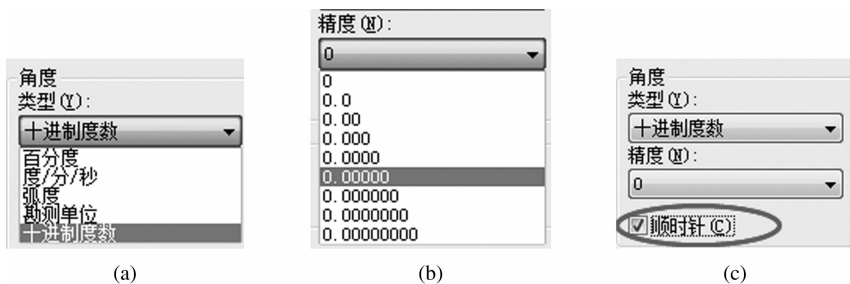

图 1-34 “角度”选项组
“角度”选项组用于显示和设置当前的角度格式、精度及角度计算方向,如图 1-34 所示。
(1)“类型”下拉列表用于设置角度单位的格式[见图 1-34(a)],有以下 5 个选项:
- ①百分度。在百分度格式中,直角为 100° 。
- ②度/分/秒。按六十进制划分,如 $37^\circ 28' 16''$ 。
③弧度。弧度角度, 180° 为 π , 即 3.14 个弧度。
④勘测单位。勘测角度,角度从正北方向开始测量。
⑤十进制度数。这是初始默认格式,如 90° 、 180° 等。
(2)“精度”下拉列表用于设置角度的精度,如图 1-34(b)所示。
(3)“顺时针”复选框用于设置角度计算方向,如图 1-34(c)所示。选择此复选框时,顺时针方向为角度正方向。